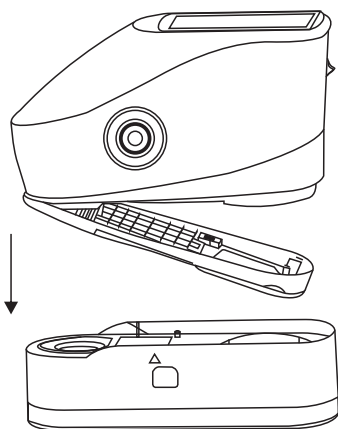

图6 白板校正过程
3. 逐渐向下移动，先与白板贴合，直至整个仪器与校正盒贴合(如图6所示)。